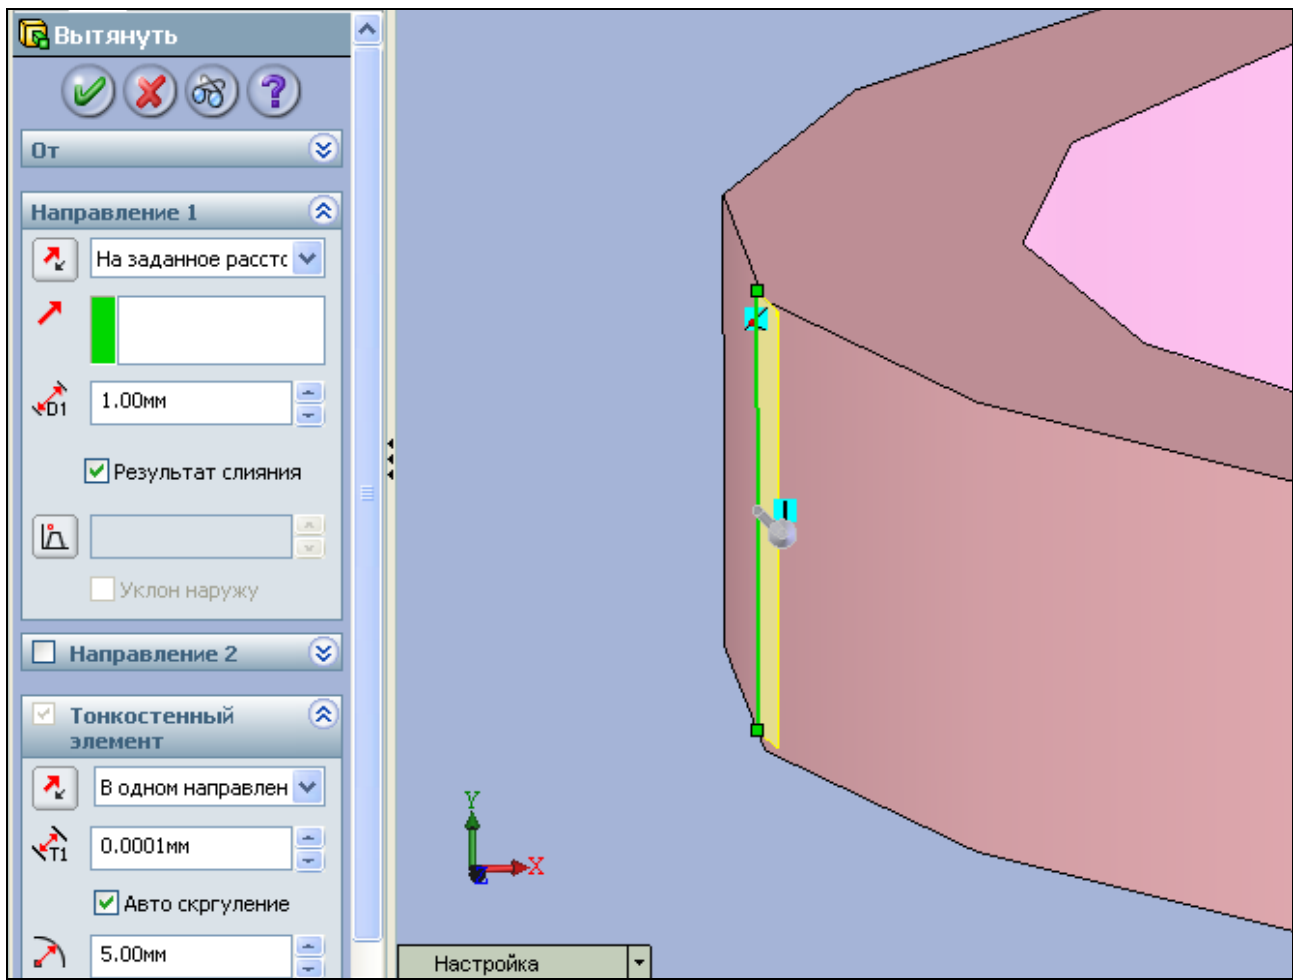

Рис. 4.5. Создание площадки для фиксации
8. Ограничение (фиксацию) кольца в сечении напротив замка будем проводить по методике, приведенной в п. 6 разд. 3.2. Для этого на кольце создадим небольшую площадку напротив замка кольца и зафиксируем ее. На плоскости, проходящей через замок кольца, создайте новый эскиз и постройте эскиз линии так, как показано на рис. 4.5. Затем произведите вытягивание этой линии.